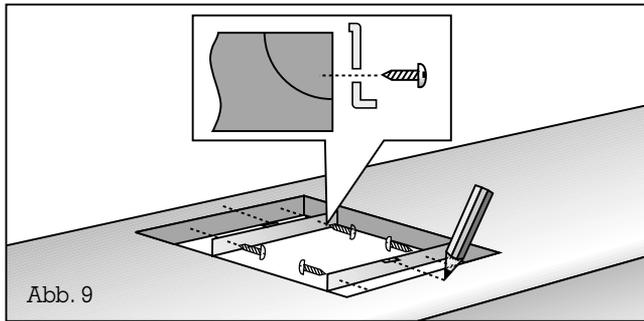

Abb. 9
- **Markieren Sie genau die Mitte des Ausschnitts.** Befestigen Sie die Befestigungsschienen an der Vorder- und Hinterkante des Ausschnitts. Achten Sie darauf, dass die Nasen der Befestigungsschienen auf der Arbeitsplatte aufliegen und dass die Mittenmarkierung der Befestigungsschienen genau mit der Mittenmarkierung des Ausschnitts übereinstimmt (Abb. 9).